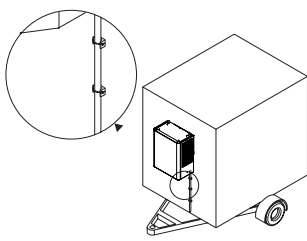

Fig. 1.2.4.b
A) Die Dichtung mit den Spezialschrauben an der Wand BEFESTIGEN (Abb. 1.2.4.a)
C) Die Spiraldichtung mit den Ringen an den Halterungen BEFESTIGEN (Abb. 1.2.4.b)
E) Das Schutzblech des Abflusses mit Schrauben an der Zellenwand BEFESTIGEN (Abb. 1.2.4.c).
Fig. 1.2.4 a